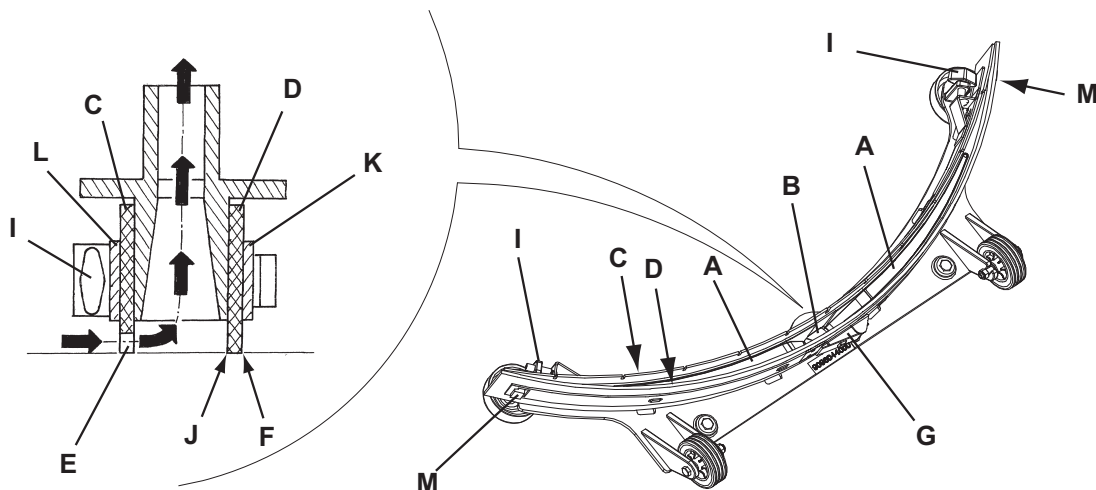

Abbildung 3
2. Netzkabel (3) vom Stromnetz lösen und auf den Halter (4) wickeln.
3. Sauglippe (21) mit dem Hebel (7) absenken.
4. Sterngriffe (22) lösen und Sauglippe (21) abnehmen.
5. Ansaugrohr (11) von der Sauglippe abnehmen.
6. Die Sauglippe aus Stahl (Abb. 2) oder aus Aluminium (Abb. 3) waschen und reinigen. Insbesondere die Räume (A, Abb. 2 oder 3) und das Loch (B) reinigen. Überprüfen, ob der vordere (C) und der hintere Gummi (D) unversehrt sind und keine Schnitte oder Risse aufweisen, gegebenenfalls austauschen (siehe nachstehender Absatz).
1. Die Sauglippe (Abb. 3) reinigen, und dabei wie angegeben im vorhergehenden Abschnitt vorgehen.
2. Prüfen dass der Saum (E, Abb. 3) des Vordergummis (C) und der Saum (F) des Hintergummis (D) gleichzeitig auf einem flachen Fußboden über ihre ganze Länge ruhen, ansonsten in der Höhe wie folgt beschrieben einstellen:
- Den Zugstab (G) entfernen und die Befestiger (M) lösen, das Hintergummi (D) einstellen und die Befestiger ankuppeln und den Zugstab installieren.
- Sterngriffe (I) lösen und vorderen Gummi (C) einstellen. Sterngriffe wieder festdrehen.
3. Überprüfen, ob der vordere (C) und der hintere Gummi (D) unversehrt sind und keine Schnitte oder Risse aufweisen, gegebenenfalls wie folgt austauschen. Überprüfen, ob die Vorderkante (J) des hinteren Gummis verschlissen ist. Gegebenenfalls Gummi umdrehen und eine der drei unversehrten Kanten als Vorderkante verwenden. Sind auch die anderen drei Kanten abgenutzt, Gummi wie folgt austauschen:
- Zugstange (G) entfernen, Haltevorrichtungen (M) lösen, Haltestreifen (K) abnehmen und hinteren Gummi (D) umdrehen/ austauschen. Gummi in umgekehrter Reihenfolge einbauen.
- Sterngriffe (I) aufdrehen, Haltestreifen (L) abnehmen und vorderen Gummi (C) austauschen. Gummi in umgekehrter Reihenfolge einbauen.